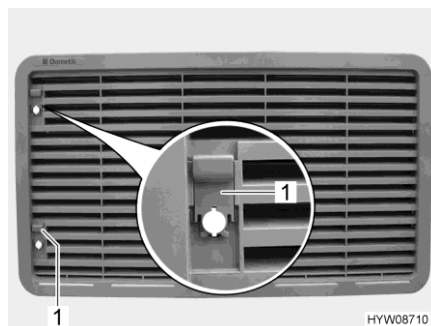

Fig. 147 Grille d'aération du réfrigérateur
- Pousser le curseur (Fig. 147,1) vers le haut.